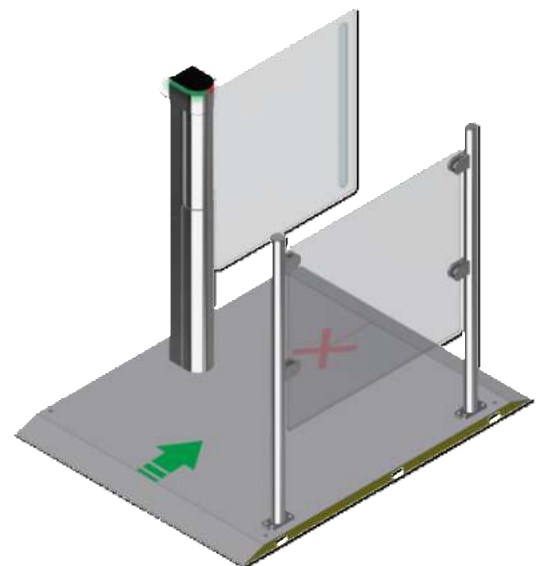

Рис.8 – Статус світлового табло індикації та режими
2. Після передачі команди на контролер дозволеного проходу на світлодіодному дисплеї засвічується зелений індикатор(Рис.8) у заданому напрямку, й ступка автоматично повертається на 90, тобто відкривається. Людина має можливість безперешкодно пройти через турнікет